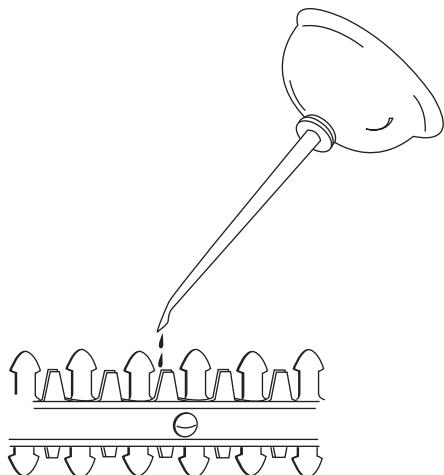

Fig. 6
1. Para que la cuchilla funcione más fácil y dure más, lubríquela antes y después de cada uso. Compruebe que el interruptor del cabezal esté apagado (OFF) antes de lubricarla. Apíquelo aceite liviano para máquinas a lo largo del borde de la correa superior (Fig. 6).